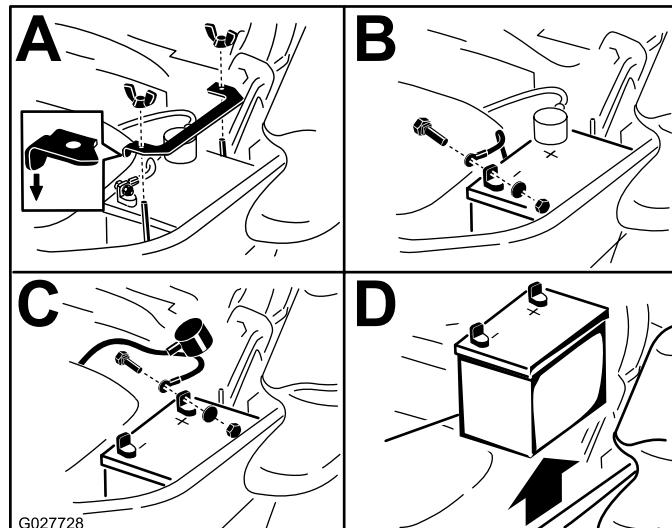

Figure 59
3. Commencez par débrancher le câble négatif (noir) de la borne négative (-) (noire) de la batterie (Figure 59).
4. Enlevez le capuchon rouge de la borne positive (rouge) de la batterie et débranchez le câble positif (+)(rouge) (Figure 59).
5. Retirez l'écrou à oreilles qui fixe la barrette de maintien de la batterie (Figure 59).
6. Déposez la barrette de maintien (Figure 59).
1. Placez la batterie dans son support en tournant les bornes à l'opposé du réservoir hydraulique (Figure 59).
4. Fixez les câbles avec 2 boulons, 2 rondelles et 2 contre-écrous (Figure 59).
6. Reposez la barrette de maintien et fixez-la avec l'écrou à oreilles (Figure 59).